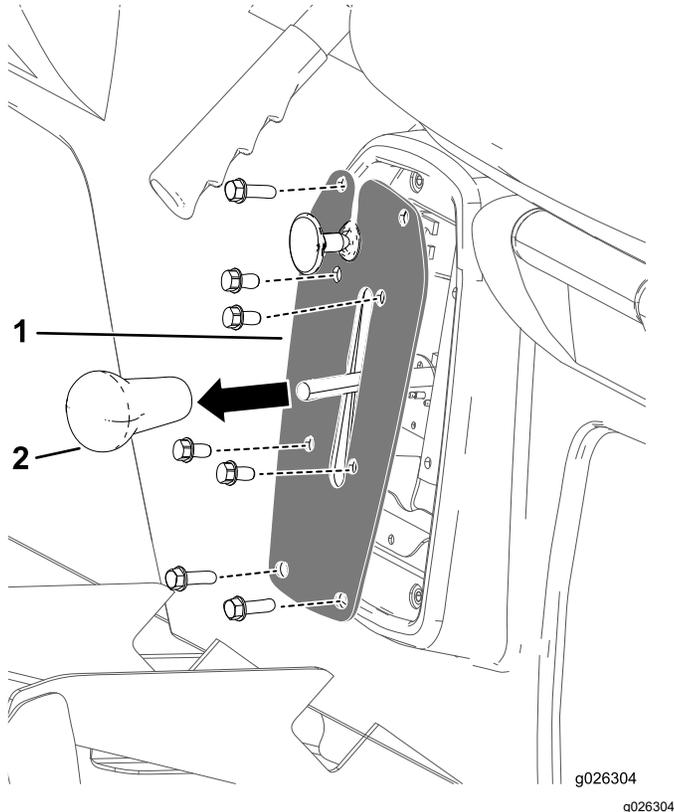

图 40
1. 卸下变速杆上的旋钮图 40。
2. 卸下将变速板固定至变速杆支架上的 4 个螺栓图 40。
3. 卸下将变速板固定至座椅底座的 4 个螺栓然后取下变速板图 40。
4. 将旋钮螺到变速杆上并用手拧紧图 40。